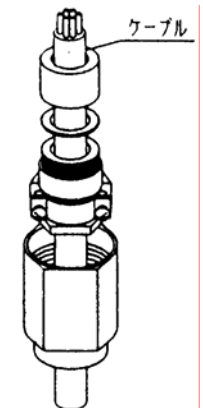

図2
- 3) ケーブルにナット、リング、グランド、スリップリング、およびパッキンの順に通します。(図2)。